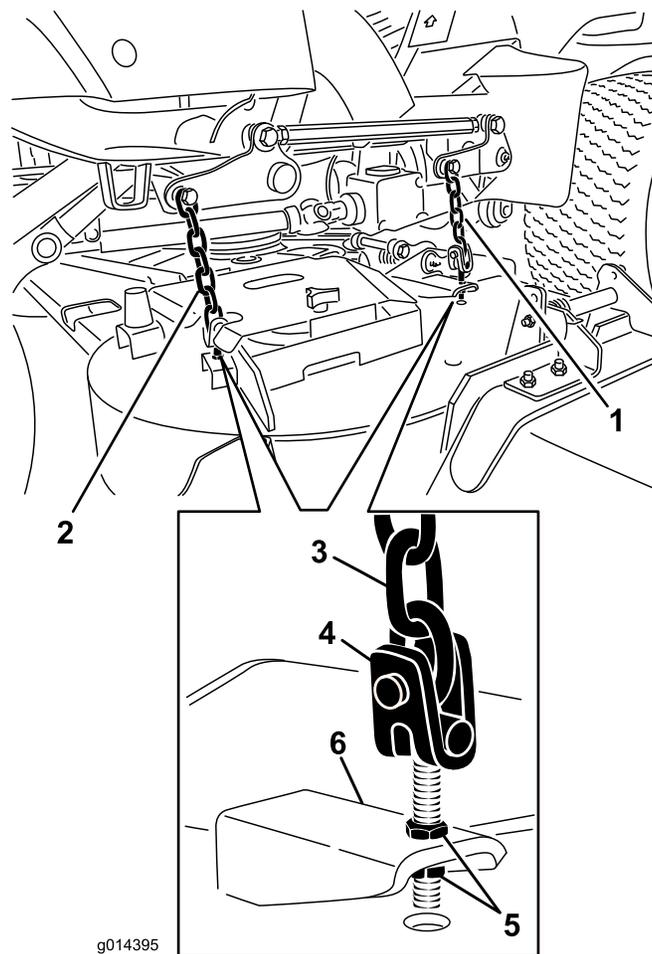

Figura 70
8. Ajuste as porcas de segurança que prendem as forquilhas/correntes da plataforma à plataforma do cortador até que a plataforma do cortador fique nivelada (Figura 70).
7. Ajuste as porcas de segurança que prendem as forquilhas/correntes da plataforma traseira para elevar a traseira da plataforma de forma a que a inclinação da lâmina fique definida para 8 mm (Figura 70).